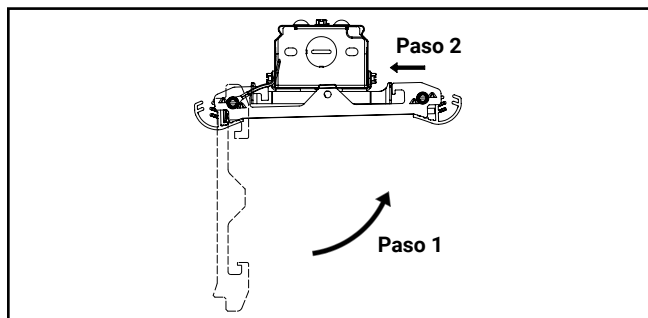

Figura 3.3
D. Gire el conjunto de la guía de ondas hacia el otro extremo del soporte de bisagra del canal y luego mueva la guía horizontalmente y hacia arriba en simultáneo hacia el canal. (Figura 3.3)